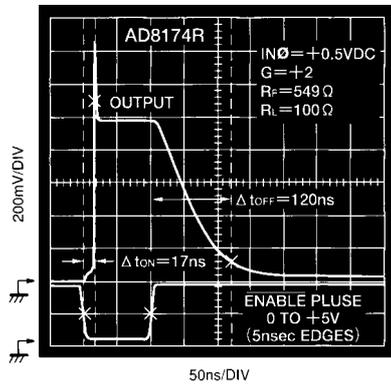

図5. イネーブルおよびディスエーブル・スイッチング特性
- AD8174のみ。シャットダウン(SD)ピンはグラウンド。ENABLEピンは0 Vから+5 Vパルス(5 nsの立ち上がりおよび立ち下がり時間)で駆動されます。A0とA1入力の状態はどのチャンネルが動作かを決定(すなわち、もしA0 = 論理0でA1 = 論理1ならば、IN2が選択される)。IN0(またはIN2) = +0.5 Vdc、IN1(またはIN3) = -0.5 Vdcで、計測する遷移時間はENABLEパルスの50% (+2.5 V)からトータルな出力電圧変化の90%まで。図5では、 t_{OFF} はディスエーブル時間、 t_{ON} はイネーブル時間。